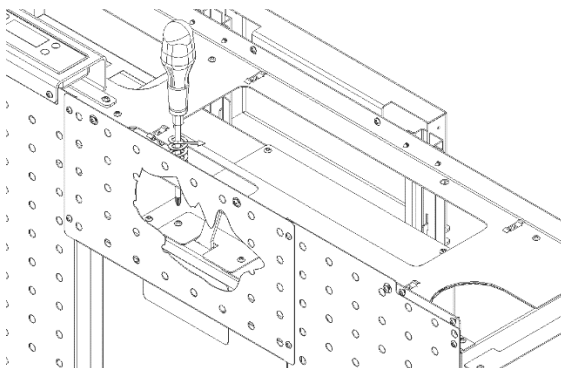

Figura 67 - Remoção tampo de bloqueio
n) Concluída a montagem elétrica e antes de proceder a montagem da lateral, deve-se retirar a patilha de bloqueio do registo de ar canalizável, desapertando os parafusos que à fixa a câmara de combustão tal como demostra a Figura 67.